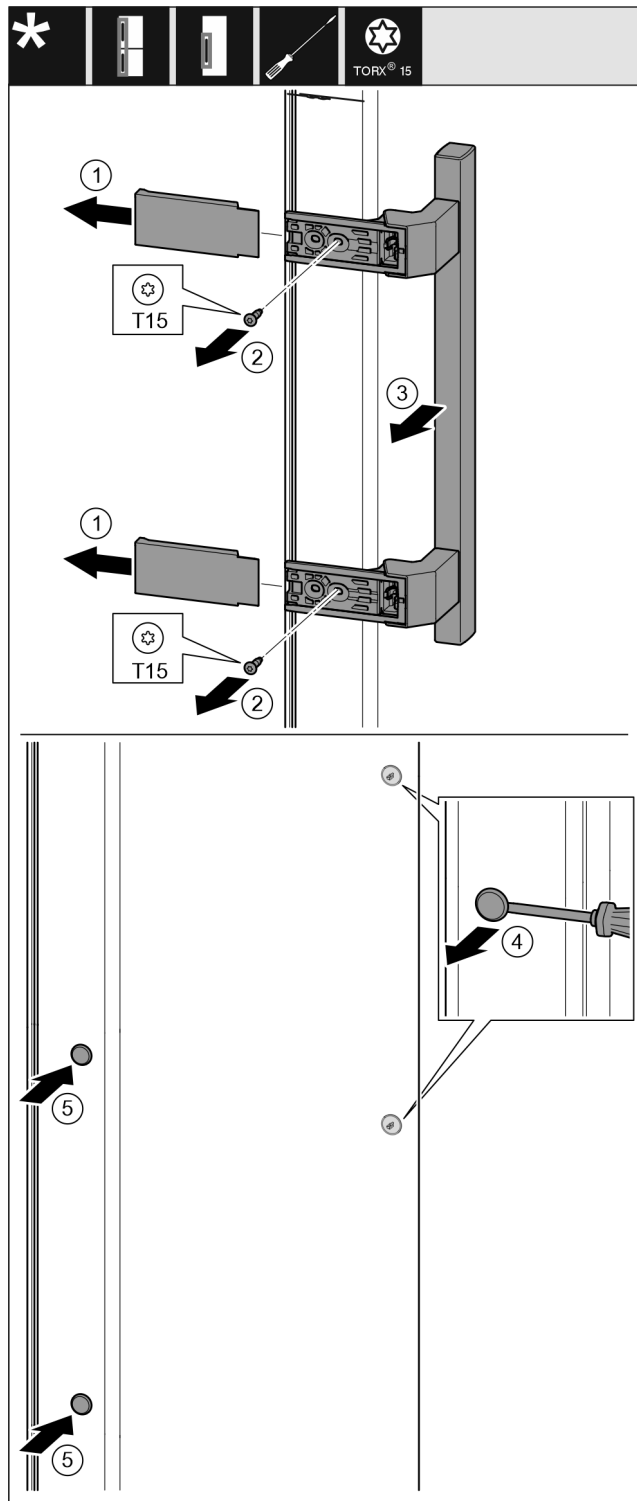

Fig. 39
- ▶ Свалете капака. Fig. 39 (1)
- ▶ Отвийте винтовете с отвертка T15. Fig. 39 (2)
- ▶ Свалете дръжката. Fig. 39 (3)
- ▶ С плоска отвертка внимателно повдигнете страничната тапа и я извадете. Fig. 39 (4)
- ▶ Отново поставете тапата от другата страна. Fig. 39 (5)